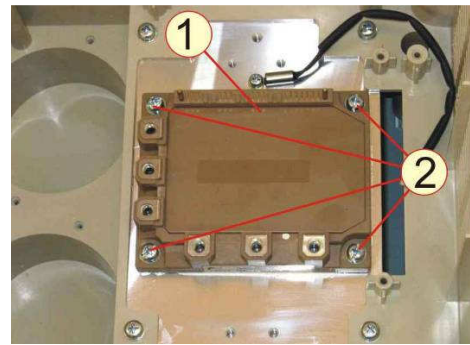

Рис.6.24
**6.14.1** Выкрутить винты 2, снять модуль 1 (рис.6.24). Положить винты и модуль в тару.